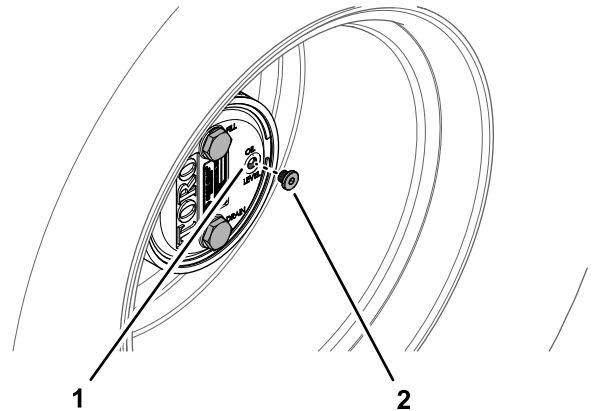

**Figura 98**
1. Aparque la máquina en una superficie nivelada, coloque la rueda de modo que el tapón de llenado se encuentre en la posición de las 12, el tapón de verificación en la posición de las 3 y el tapón de vaciado en la posición de las 6 (Figura 98).
2. Retire el tapón de verificación en la posición de las 3 (Figura 98).
- Aparque la máquina en una superficie nivelada, coloque la rueda de modo que el tapón de llenado se encuentre en la posición de las 12, el tapón de verificación en la posición de las 3 y el tapón de vaciado en la posición de las 6; consulte Figura 98 en Comprobación del lubricante de la transmisión planetaria \(página 72\).